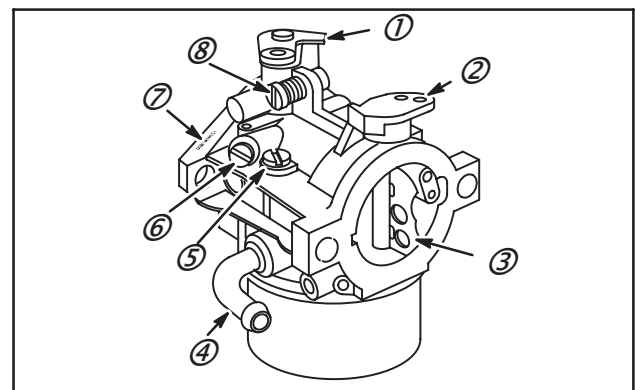
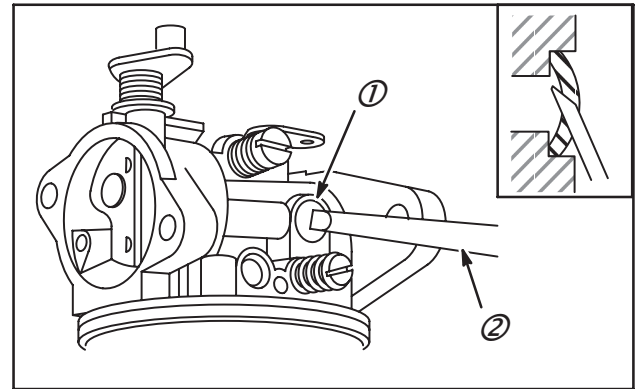

Fig. 98
Fig. 99
Les carburateurs LMT sont équipés d'un gicleur principal à orifice fixe et d'un gicleur de ralenti variable, Fig. 98. Les carburateurs différents sont identifiés par le code LMT 1 et supérieur ou par un nombre à six (6) chiffres. Les lettres LMT sont dans la fonderie du corps de carburateur alors que les chiffres sont frappés sur la bride près de la vis de richesse ralenti.
3. Retirer l'axe du flotteur, le flotteur et le pointeau (4).
4. Déposer la vis de richesse de ralenti et le ressort (6) ainsi que la vis de régime de ralenti avec le ressort (8). (Déposer la coiffe de butée de la vis de richesse, si équipée.) Fig. 98. Gicleur de ralenti (5), Numéro d'identification (I.D.) (7), Fig. 98.
5. Tourner l'axe du papillon (1) en position fermée et retirer la ou les vis du papillon.
8. A l'aide d'un poinçon modifié de Dia. 9,39 mm (2), retirer les opercules (1) du corps du carburateur, Fig.99.
- a. Axe plastique (2) avec volet de starter fixé par circlip (3)
- b. Axe métallique (2) avec volet de starter fixé par vis (3), Fig. 98.